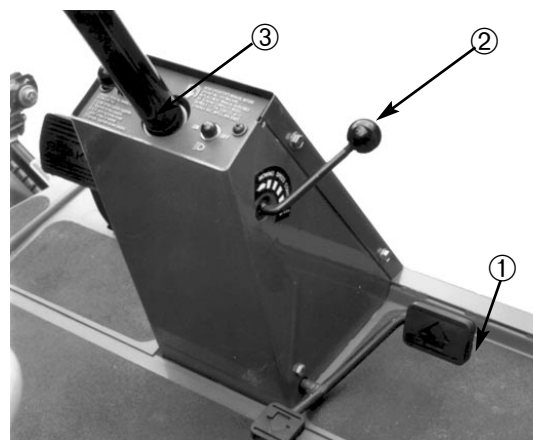

Fig. 9
**Manøvrepedal** (Fig. 9)—Pedalen regulerer kørslen frem og tilbage. Pedalens øverste del trædes ned for at køre fremad og den nederste del trædes ned for at bakke. Kørehastigheden afhænger af, hvor meget pedalen trædes ned. Hvis man ønsker maksimal kørehastighed uden belastning, skal manøvrepedalen trædes helt i bund, mens gasregulatoren står på HURTIGT (FAST). Maskinen standses ved at reducere fodtrykket på manøvrepedalen og lade den vende tilbage til midterstilling.
**Manøvrepedalbegrænser** (Fig. 9)—Dette håndtag kan forudindstilles, så det begrænser, hvor meget manøvrepedalen kan trædes ned i fremadgående retning, så man kan holde en konstant kørehastighed.